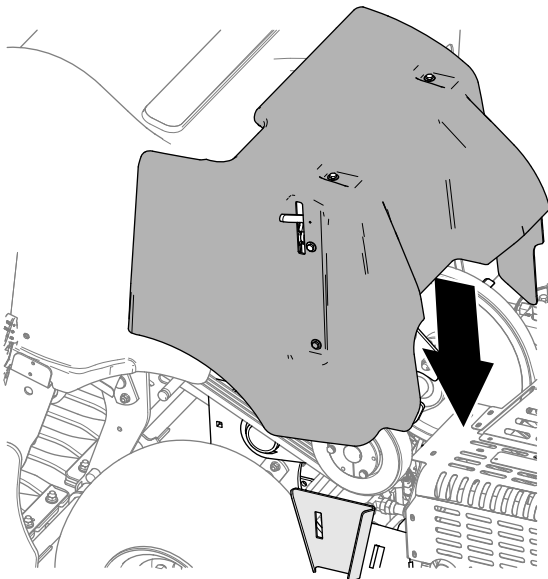

Bild 145
2. Senken Sie die Riemenabdeckung ab (Bild 145).